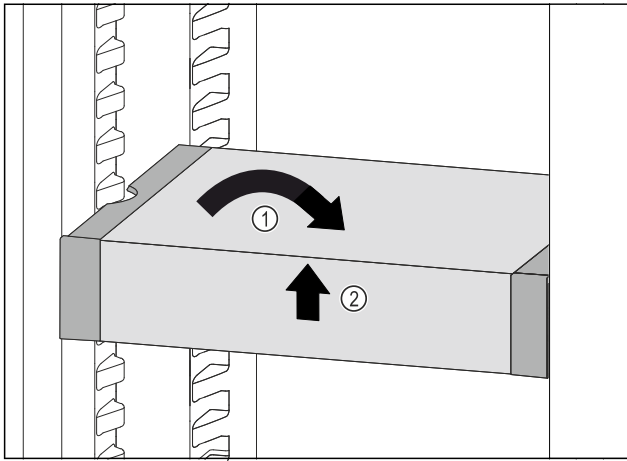

Fig. 97
- ▶ Remettre le VarioSafe droit. Fig. 97 (1)
- ▶ Soulever la partie avant du VarioSafe. Fig. 97 (2)